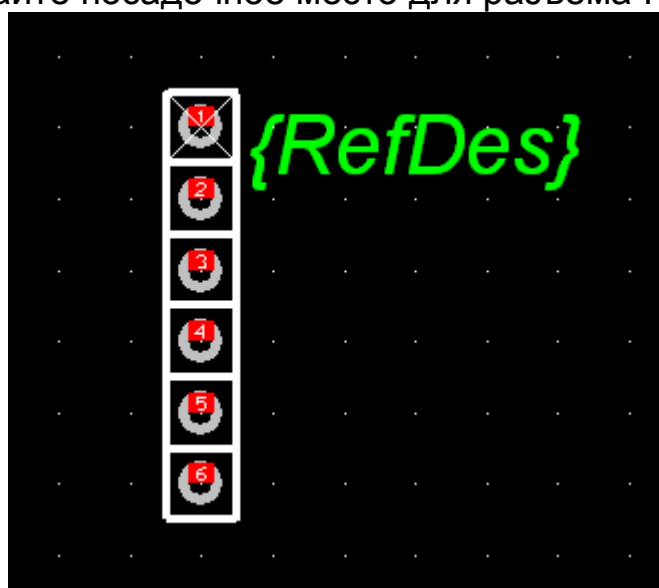

Рис. 28 Посадочное место разъема PLS4 (**Grid=2.5mm**)
9.6 Создайте посадочное место для разъема PLS6 (рис. 28).